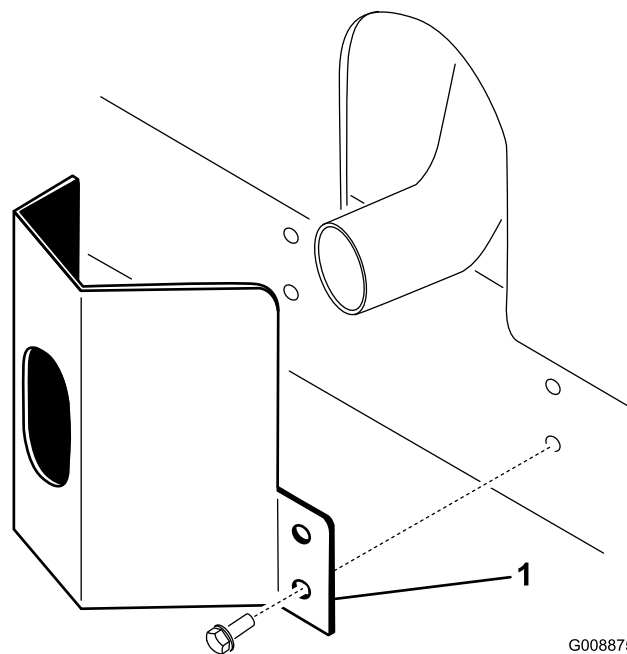

図 9
2. タップねじ本で固定する図 9。
1. フレームについている取り付け穴に合わせてマフラー部にガードを取り付ける図 9。